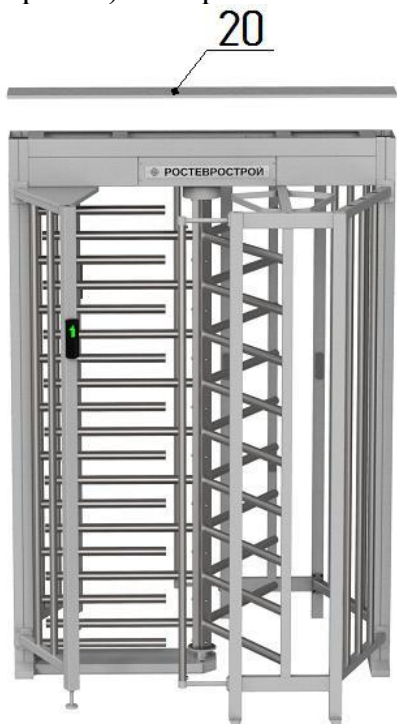

Рис. 7
5. Окончательная сборка (рис.7, 8):
– установите на место крышку **20** (выполнить после подключения турникета и проведения, при необходимости, режима калибровки) и закрепите винтами М4 (рис.7).